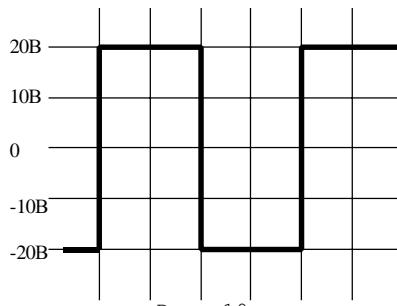
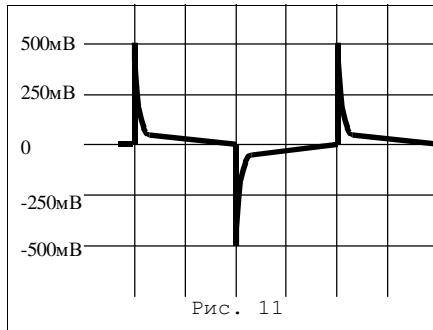

Рис. 10
Рис. 11
нал в точке 1, а на **рис. 11** - в точке 2. Как видно из рисунков, усилитель имеет идеальную реакцию на скачок нагрузки;
* проведены **испытания** реакции усилителя на комплексную нагрузку по схеме **рис. 4**; результаты этих испытаний показаны на **рис. 10** и **рис. 11**. На **рис. 10** изображен сиг-